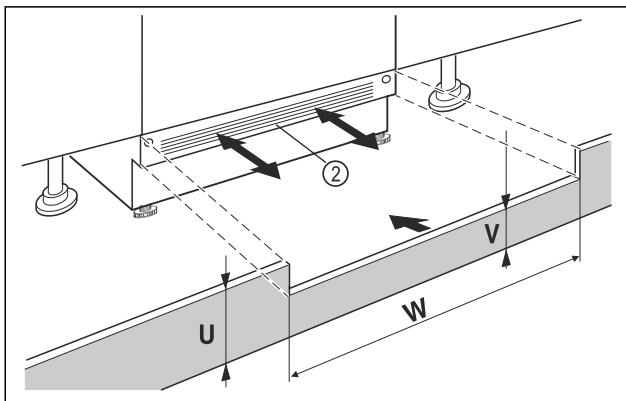

Fig. 16 Représentation à titre d'exemple
- Mettre le panneau de socle de l'appareil Fig. 16 (2) en place sans le fixer.
- Si le panneau de socle est visible Fig. 16 (2), le tirer vers l'avant de sorte à aligner l'avant de la grille d'aération et du panneau de socle du meuble.
- Si le panneau de socle est dissimulé Fig. 16 (2), le pousser entièrement vers l'arrière.
- Veiller à ce que les fentes d'aération soient complètement dégagées : si nécessaire, couper le panneau de socle du meuble Fig. 16 (U) en hauteur !
- Ajuster la hauteur de la traverse Fig. 16 (V) sous le panneau de socle de l'appareil Fig. 16 (2) sur la largeur de la niche Fig. 16 (W).